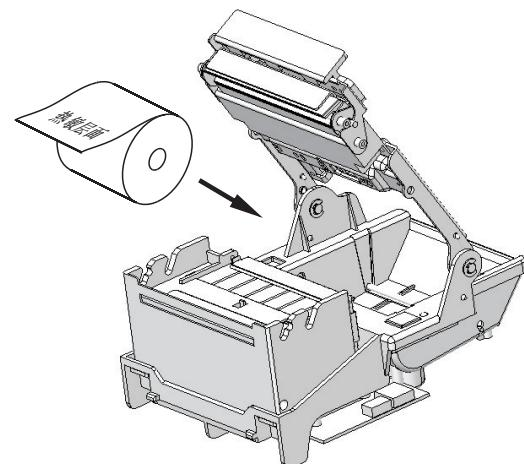
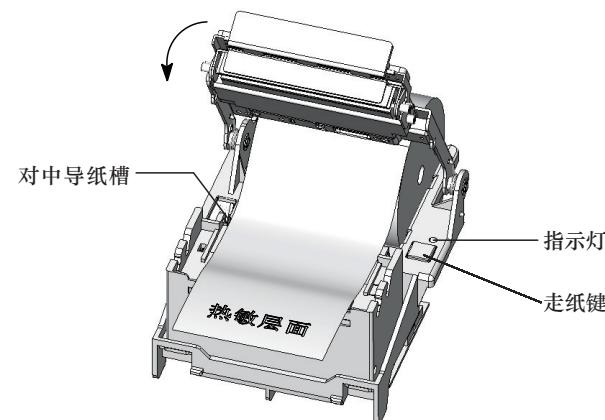

图12
图13
- 3) 按（图12）所示把纸卷放入纸兜，打印面朝上，放入时纸卷会顶开打印装置向后翻转。用手指拉打印纸端部在打印头导纸槽并对中放置（图13），向下旋转打印装置（注意：打印纸应该在导纸槽内及对中放置），到较低位置后用手压住打印机中间位置稍微用力往下摁，同时应听到明显的“咔”一声的自锁声音，打印自锁完成；